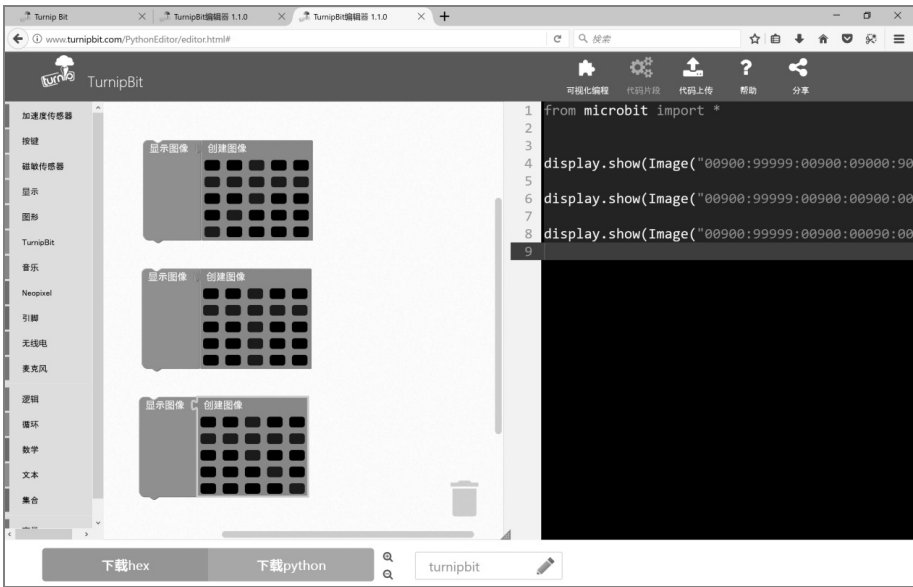

图 5-7 绘制行走动作
① 在左侧的块选择区中找到“显示”块，用鼠标选中 ，拖曳至模块编辑区。
② 在左侧的块选择区中找到“图形”块，用鼠标选中“创建图像”，插入“显示图像”中，并描画设定好的 3 个连接动作的机器人，如图 5-7 所示。